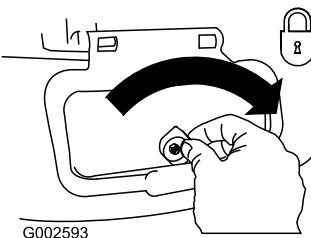

Figure 21
**Important:** Verrouillez le déflecteur d'éjection latérale après l'avoir fermé (Figure 21).